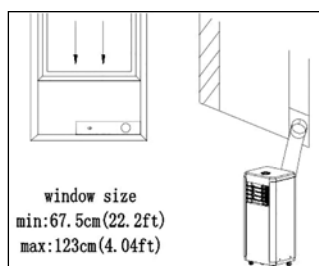

Fig. 4
- 4 Coloque a saída da mangueira no kit deslizante da janela e vedante. (Fig. 4 e 5).